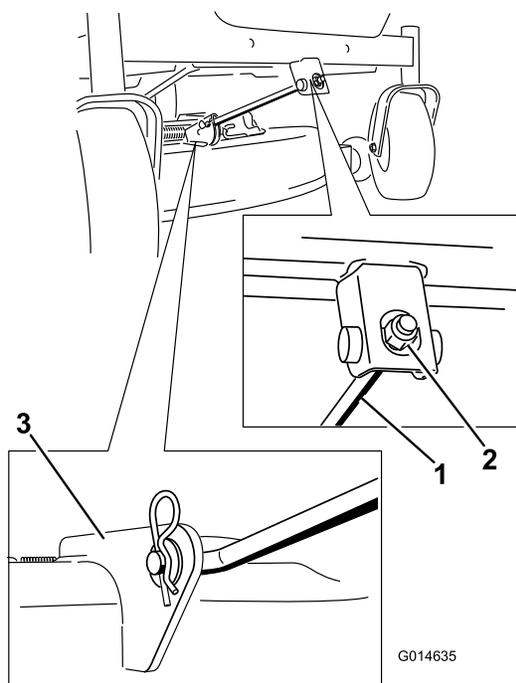

Figura 56
4. Remova o contrapino do gancho da barra de suporte da frente e remova a barra do suporte da plataforma (Figura 56). Baixe cuidadosamente a parte da frente da plataforma do cortador para o solo.
6. Coloque a barra de suporte frontal na plataforma do cortador com o pino de segurança e contrapino do gancho (Figura 56).